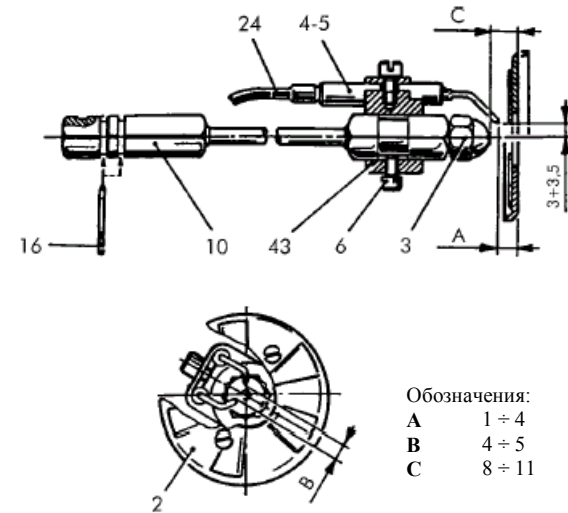

Рис. 14
Очистите электроды, не меняя их положения относительно диска дефлектора. Если Вы случайно сместили их, то при установке обратнo руководствуйтесь размерами, указанными на рис. 14.
- Форсунка (3) неисправна или загрязнена.
- Электроды поджига (4-5) покрыты коркой или повреждены (см. положения на рис. 14).
- Не освещается фоторезистор (19).
- Неисправно уплотнение электромагнитного клапана (29).
**ВНИМАНИЕ:** В случае блокировки всегда нажимайте только кнопку установки в исходное состояние (20); не касайтесь электрической цепи горелки. При необходимости обращайтесь к квалифицированным специалистам.